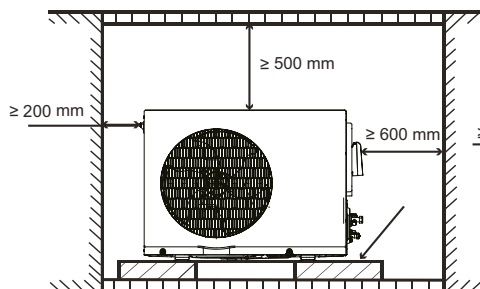
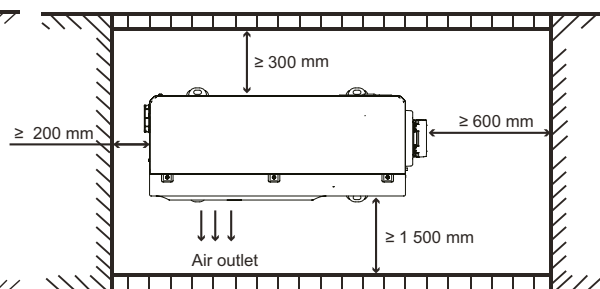

Fig. 3-1
Fig. 3-2
3.2.1 Espacio de instalación y mantenimiento de la unidad exterior, ver Fig 3-1 y Fig 3-2 . (Unidad: mm)